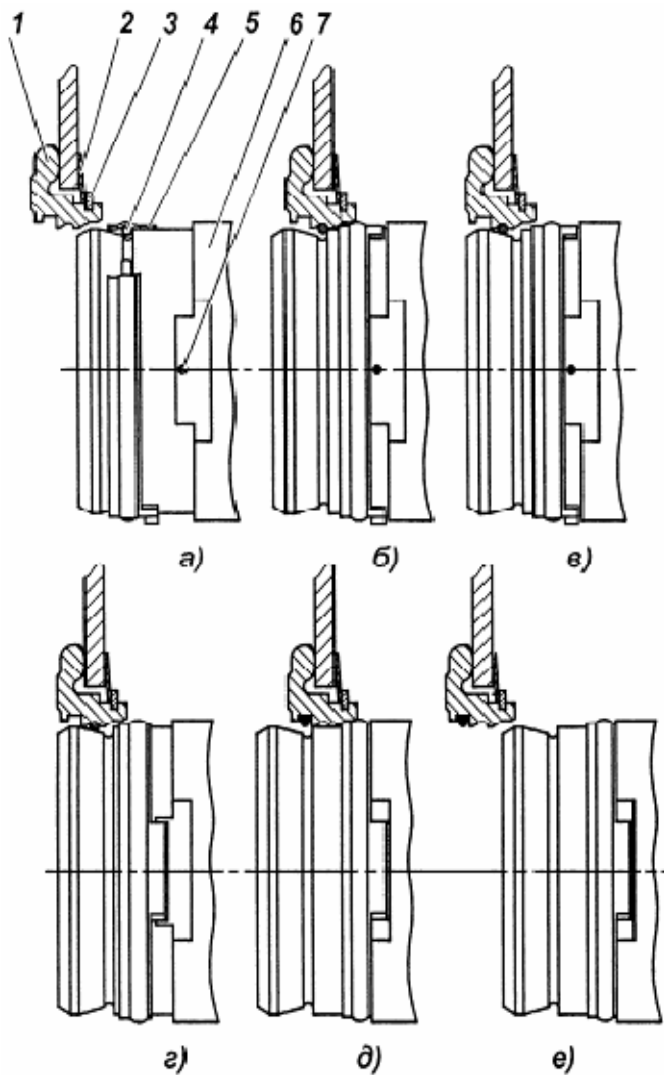

Рис. 94. Основные положения запорного устройства:
Конструкция запорного устройства механизма выключения сцепления требует выполнения особых правил установки коробки передач на двигатель. Основные положения запорного устройства показаны на рис. 94.
- 4 Переместить муфту выключения сцепления к упорному кольцу до упора, для чего с помощью технологического рычага повернуть вал вилки выключения сцепления против часовой стрелки. Пружинное кольцо при этом попадает в фасонную канавку упорного кольца (положение "б", рис. 94).
- 5 Поворачивая вал вилки выключения сцепления по часовой стрелке, переместить муфту в направлении от двигателя (положение "в" рис. 94).
- 5 Повернуть замковое кольцо 5 (рис. 94) относительно втулки 6 так, чтобы выступы кольца совпали с пазами втулки (положение "г").